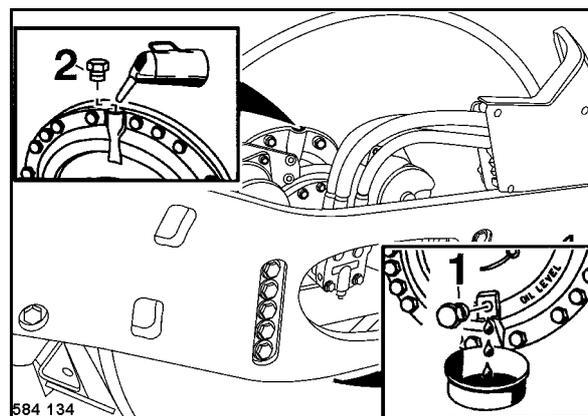

Рис. 167
- Выкрутить находящуюся внизу на ободке пробку для проведения контроля (1) (Рис. 167) и через наливное отверстие (2) заливать столько масла, пока оно не выступит из контрольного отверстия.
- Снова закрутить пробку наливного отверстия масла (2) и пробку для проведения контроля (1).